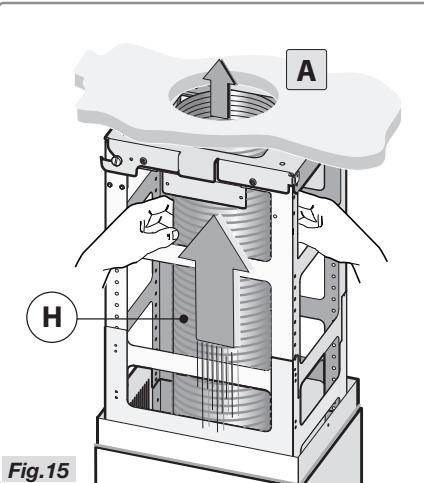

Fig.15
- Raccordez le tuyau **H** (non fourni avec la hotte) à l'ouverture d'évacuation d'air **A** (Fig.15).